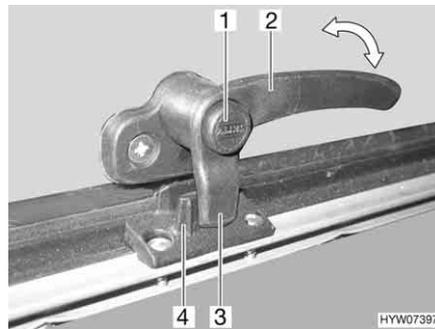
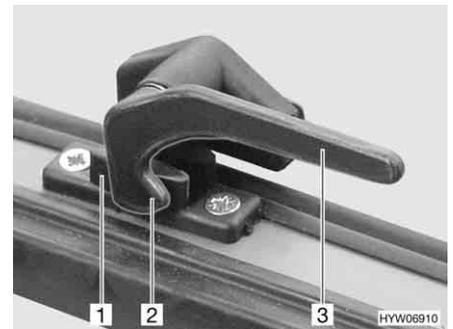

Bild 73 Verriegelungshebel mit Sicherungsknopf in Stellung "geschlossen"
Bild 74 Verriegelungshebel in Stellung "geschlossen"
- Wenn vorhanden, Sicherungsknopf (Bild 73,1) drücken und gedrückt halten.
- Alle Verriegelungshebel (Bild 73,2 oder Bild 74,3) eine viertel Umdrehung zur Haubenmitte hin drehen.
- Alle Verriegelungshebel (Bild 73,2 oder Bild 74,3) eine viertel Umdrehung zum Rahmen hin drehen. Die Verriegelungsnase (Bild 73,3 oder Bild 74,2) liegt auf der Innenseite der Haubenverriegelung (Bild 73,4 oder Bild 74,1).
- in Stellung "fest verschlossen" (Bild 73 und Bild 74)